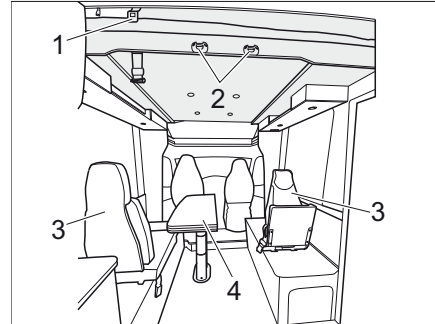

Bild 166 Elektrisk höjbar säng (variant 3)
- Man fäster stegen med båda byglarna på klämmorna (Bild 166,2) på den höjbara sängen.
- Flytta ner det sänkbara vikbord med två ben (Bild 166,4) (se kapitel 7.8.8).
- Ta bort och stuva undan två enkelsäten. (Bild 166,3).